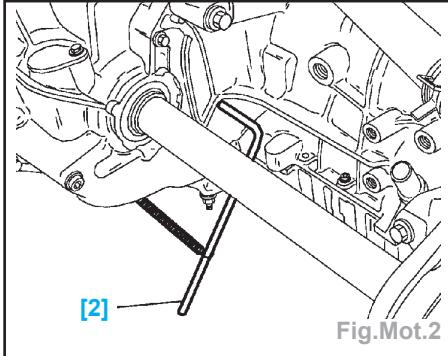

Fig.Mot.2
- Piger le volant moteur à l'aide de la pince [2] (moteur DW12TED4) (Fig.Mot.2).